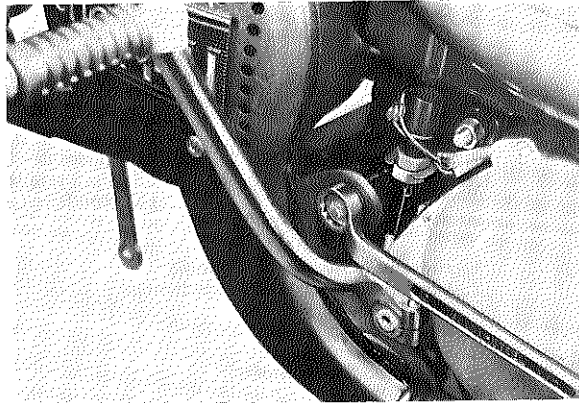

Fig. 5-8-2
1. Remove nut on swing arm pivot bolt and tap out bolt with a long aluminum or brass rod. (Fig. 5-8-2)
1. Enlever l'écrou de la broche des bras oscillants, et chasser cette broche à l'extérieur en s'aidant d'une longue tige en aluminium ou en cuivre (Fig. 5-8-2).
1. Mutter am Drehzapfen der Hinterradschwinge abschrauben und Drehzapfen mit einer langen Aluminium- oder Messingstange heraustreiben (Fig. 5-8-2)